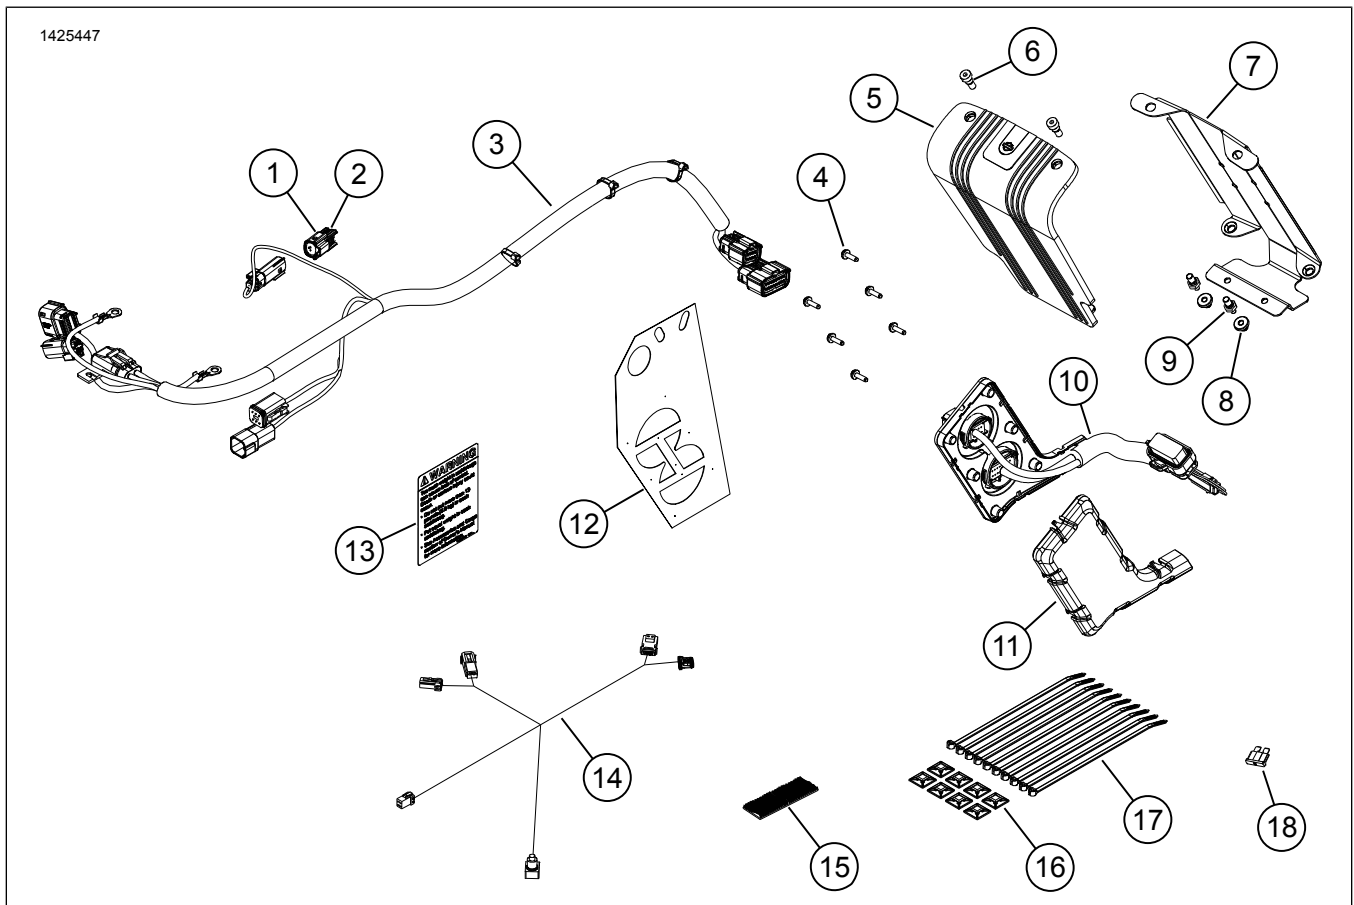

Figura 1. Peças de reposição: Kit de amplificador principal
3. Ver a Figura 1. Instale a etiqueta de capacidade do alforge (13).